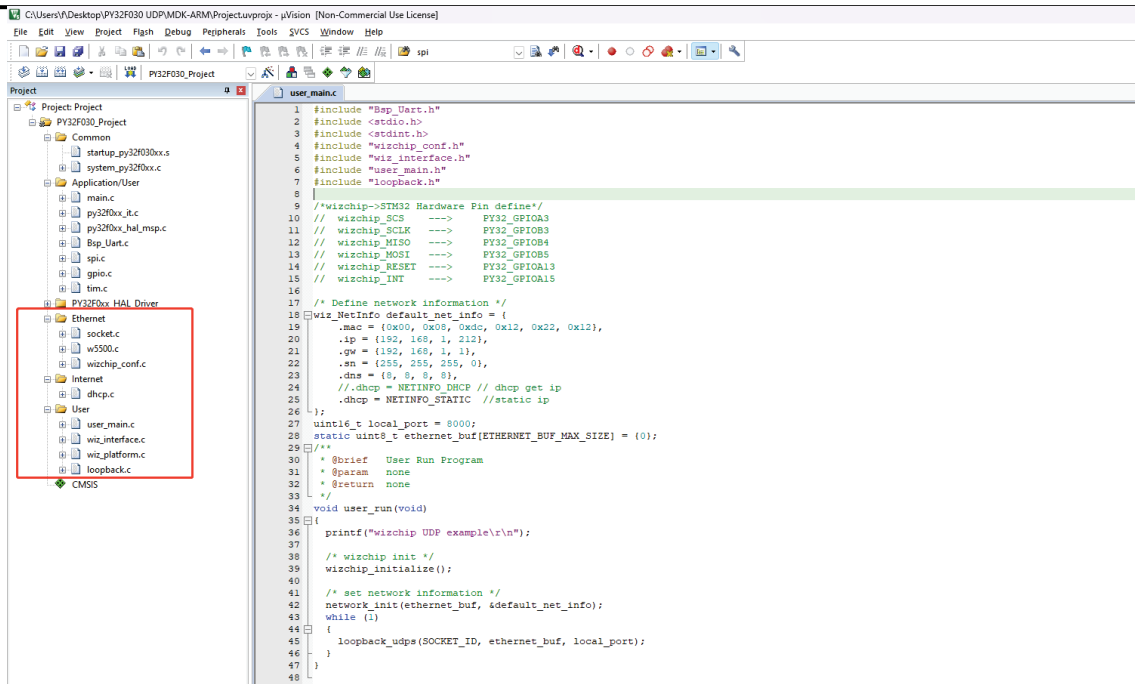

图 3 工程添加文件
- (1) 下载普冉芯片系列的官方示例工程并创建。
- (2) 把 ioLibrary 库以及 User 文件夹添加到工程文件夹下，并添加到工程中，如图 3 所示